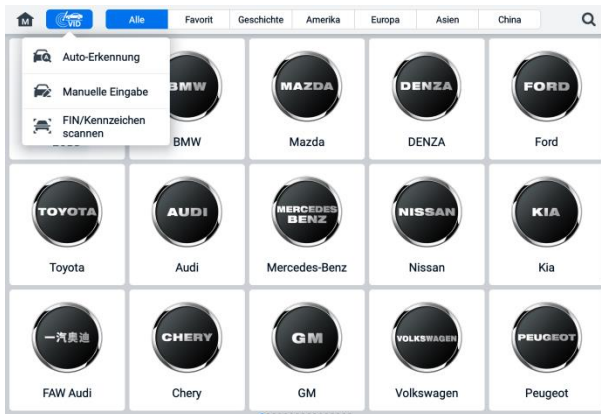

Abbildung 6-6 VID-Tastenbildschirm
2. Tippen Sie auf die **VID**-Schaltfläche in der oberen Symbolleiste (siehe Abbildung 6-6 VID-Tastenbildschirm).
Tippen Sie in der Dropdown-Liste auf **VIN/Kennzeichen scannen** (siehe Abbildung 6-6 VID-Tastenbildschirm), wird die Kamera geöffnet. Auf der rechten Seite des Bildschirms stehen von oben nach unten drei Optionen zur Verfügung: **Barcode scannen**, **VIN scannen** und **Kennzeichen scannen**.